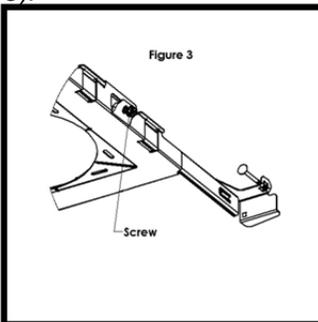

Figure 3
*Remarque :* La position du cadre en plâtre peut être verrouillée par des vis (Figure 3).